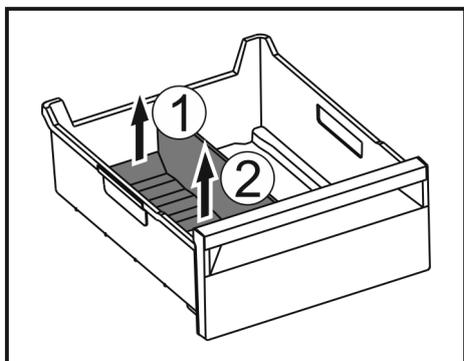

Fig. 115
- Приподнимите заднюю часть разделителя отделения для льда. Fig. 115 (1)
- Извлеките разделитель отделения для льда движением вверх. Fig. 115 (2)